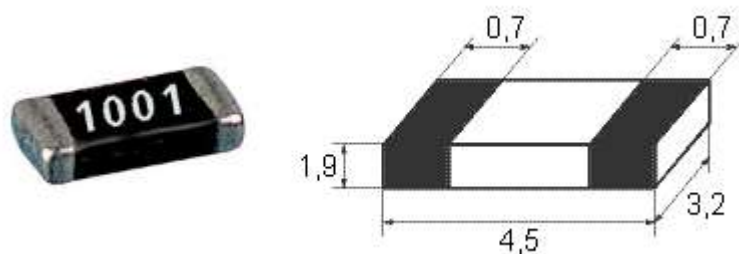

Рис. 8 Чип-резистор 1812
- 2.29 Создайте посадочное место для чип-резистора типа 1812 (рис. 8).